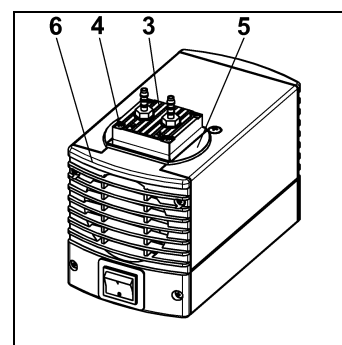
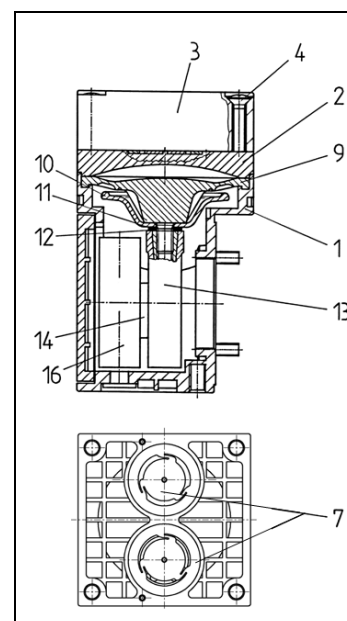

Fig. 4: Desmontar el cabezal de bomba
Fig. 5: Cabezal de bomba
1. Marcar la tapa de cabezal (Fig. 4/3), la cubierta (5) y la tapa de la carcasa (6) trazando una línea continua con el lápiz. De este modo se evitará que las piezas se monten después incorrectamente.
2. Soltar los cuatro tornillos de la tapa de cabezal (4) y retirar del cuerpo de bomba la tapa de cabezal (3) junto con la cubierta (5).
3. Marcar la placa intermedia (Fig. 5/2) y la carcasa (1) trazando una línea continua con el lápiz.
4. Retirar la placa intermedia (2) de la carcasa (1).
1. Retirar de la placa intermedia (Fig. 5/2) las placas de válvula/juntas (7).
2. Comprobar la limpieza de los asientos de válvula, la placa intermedia (2) y la tapa de cabezal (3); en caso de irregularidades o rascadas estas piezas deberán sustituirse.
3. Insertar las nuevas placas de válvula/juntas (7) en los asientos de válvula de la placa intermedia (2); las placas de válvula/juntas son idénticas para los lados de presión y aspiración, lo mismo es válido para el lado superior e inferior de las placas de válvula/juntas.
4. Asegurarse de que las placas de válvula/juntas (7) no están tensadas realizando un ligero movimiento horizontal de las mismas.